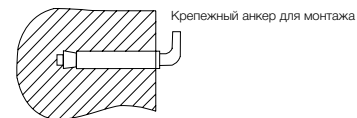

Рис. 3.
2. После выбора места монтажа определите места под два крепежных болта с крючками (в зависимости от спецификаций выбранного изделия). Прodelайте в стене два отверстия необходимой глубины с помощью сверла размером, соответствующим размеру крепежных болтов, вставьте винты, поверните крюк вверх, плотно затяните гайки, а затем установите на него электрический водонагреватель (см. рис. 3).